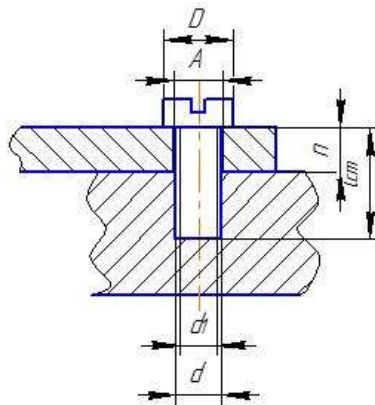

Рисунок 5 – Упрощенное соединение винтом ГОСТ 1491-80
- Стандартная длина и остальные размеры подбираются по справочнику (смотри рисунок 5).